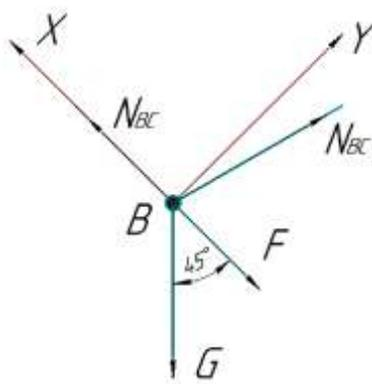

Рис. 5
5. Получив две проекции сил: R_x и R_y , определите их равнодействующую. Соединив конец вектора R_x и конца вектора R_y , получите общую равнодействующую $R_{ГЛ}$ – главный вектор (рис. 5г).
Проведите ось X по стержню АВ (рис. 5).